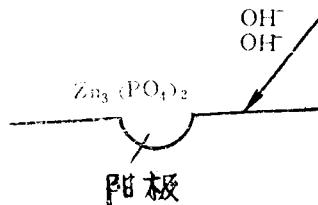

图 4
(3)  $\text{Zn}$ :  $\text{Zn}^+$ 为阴极缓蚀剂，如图4所示，当阴极表面有 $\text{OH}^-$ 时pH值上升，当pH值达到8~9时 $\text{Zn}_3(\text{PO}_4)_2$ 就会在此沉淀成膜，产生缓蚀作用。在阴、阳极上发生下列反应：